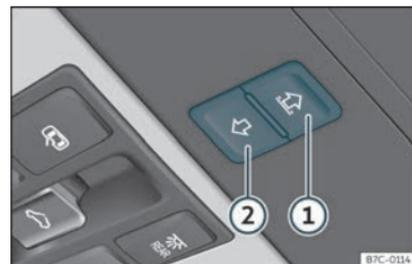

Fig. 90 Dans le ciel de pavillon : touches du store pare-soleil.
Les touches >>> **fig. 90** ① et ② possèdent deux niveaux. Le premier niveau permet d'ouvrir ou fermer entièrement ou partiellement le store pare-soleil.
- *Store pare-soleil* : dans les 5 secondes à partir de l'activation de la fonction anti-pincement, appuyez sur la touche >>> **fig. 90**  jusqu'à ce que le store se ferme complètement.